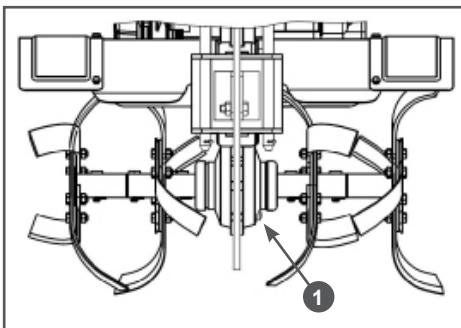

Рис. 24 Расположение пробки для слива масла из картера коробки передач (вид сзади)
- Открутите пробку для слива масла и слейте отработанное масло в подготовленную для этого емкость. Пробка 1 для слива масла находится в нижней части коробки передач справа по ходу движения мотокультиватора (Рис. 24).